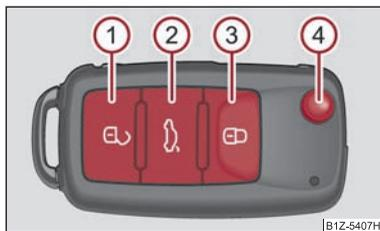

Fig. 31 Clé à radiocommande
- Appuyez sur la touche **1** ⇒ fig. 31 pendant 1 seconde environ.